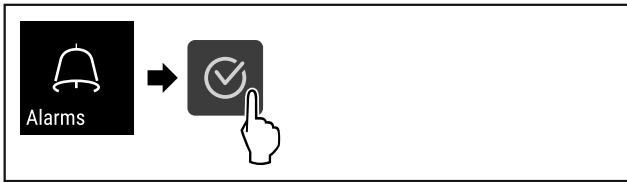

Fig. 112
- ▷ Hajtsa végre a művelet lépéseit (lásd Fig. 112).